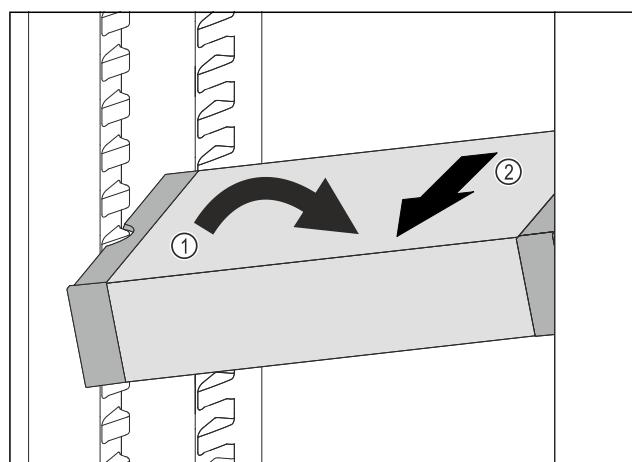

Fig. 103
- Predal VarioSafe postavite v hladilniku postrani. Fig. 103 (1)
- Predal VarioSafe izvlecite v smeri naprej. Fig. 103 (2)